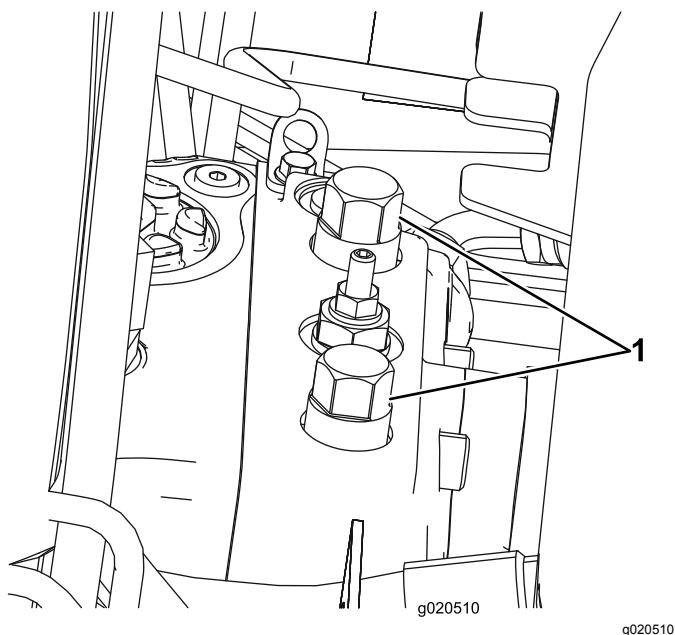

図 43
1. フードを開け、バッテリーボックスの後ろにあるポンプの上面についているバイパスバルブを探し出す 図 43。